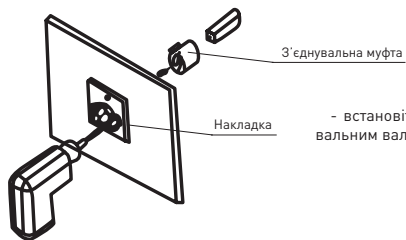

Рис. 7
- встановіть на дверцятах шафи з'єднувальну втулку та з'єднайте її з подовжувальним валом. Закрийте дверцята шафи і просвердліть 3 отвори Ø5,5 (Рис. 7);